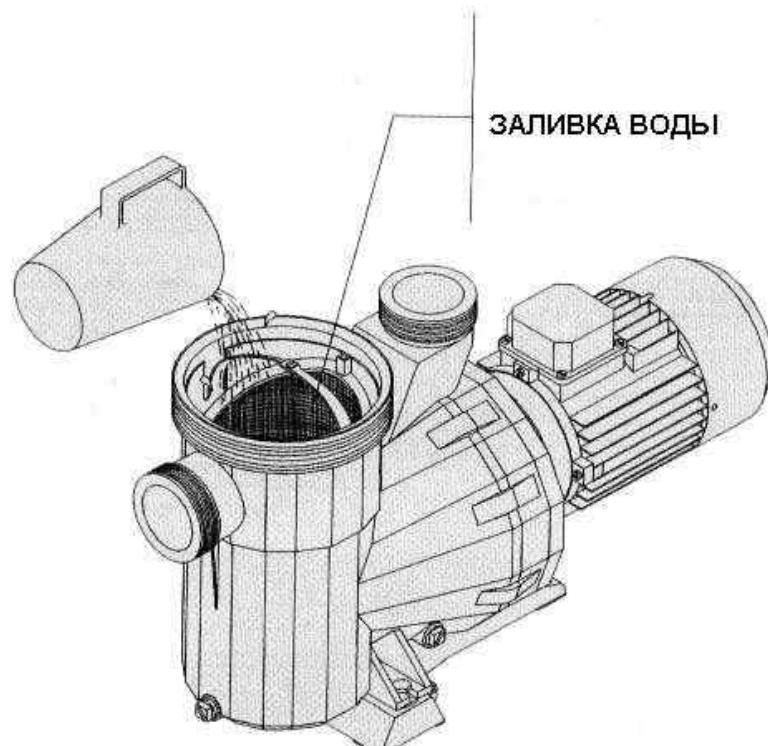

Рис. 3
- В качестве меры предосторожности рекомендуется заливать фильтр предварительной очистки насоса водой до тех пор, пока вода не зальет всасывающую трубу. (Рис. 3).